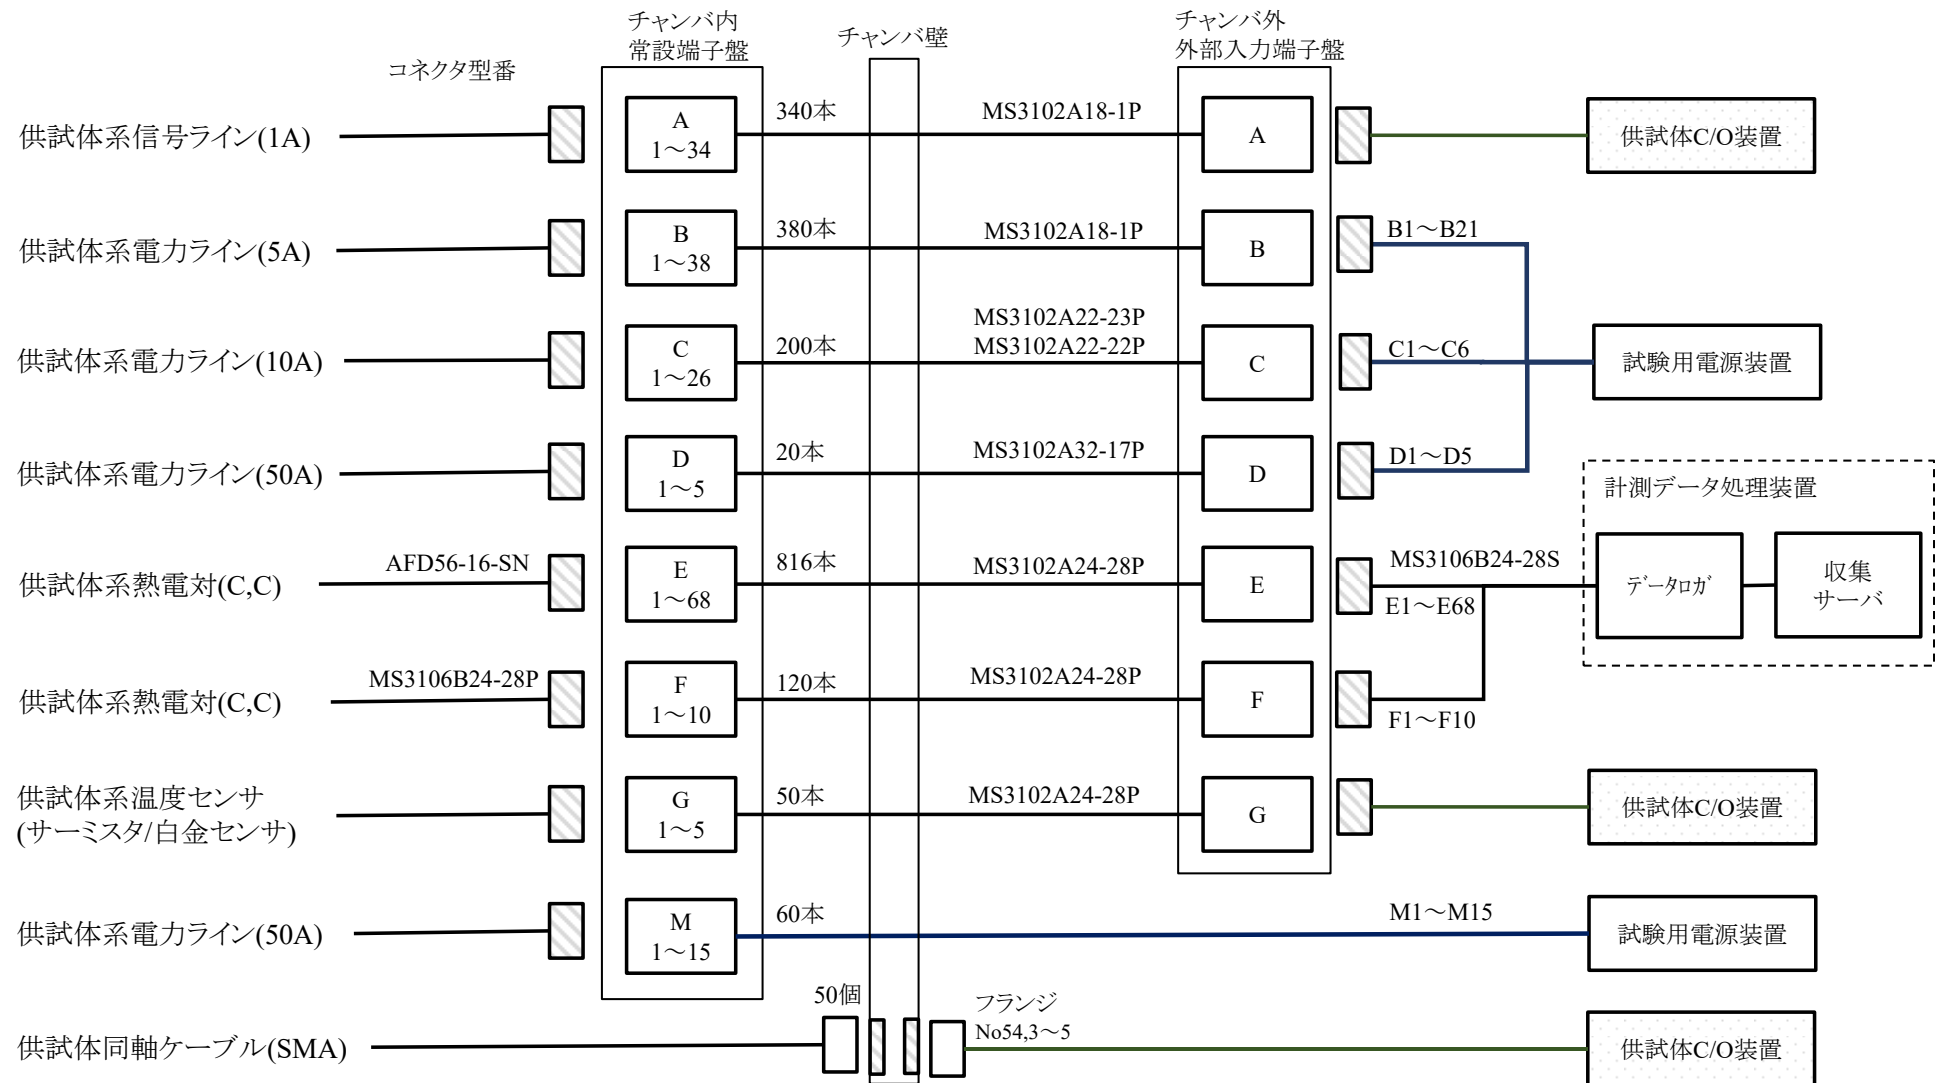

図3-8 供試体系チャンバ内/外ケーブル接続図
- (1) 図 3-8「供試体系チャンバ内/外ケーブル接続図」中の斜線枠で示したコネクタ類はチャンバの付属として常設されていますので、借用可能です。